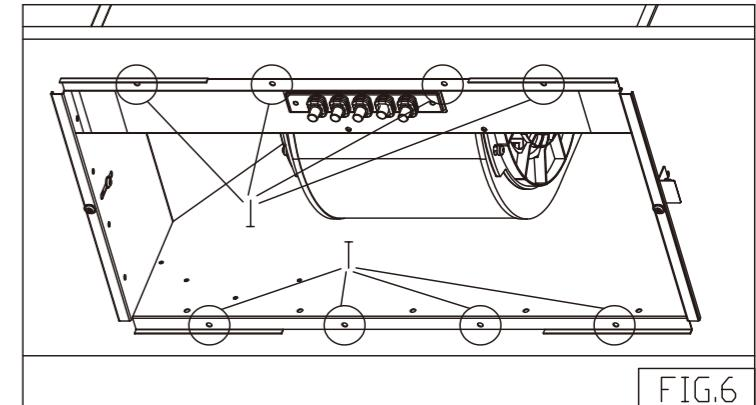

FIG.6
E. 取出附件包中的木螺釘x8支，使用電動螺絲起子對準機體底部孔位，將其鎖附於廚櫃上。(如圖Fig.6)所示